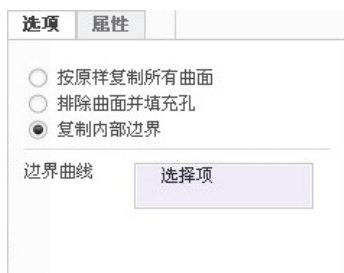

图 6.2.46 复制内部边界
- ☒ **复制内部边界** 单选项: 仅复制边界内的曲面。操作界面如图 6.2.46 所示。